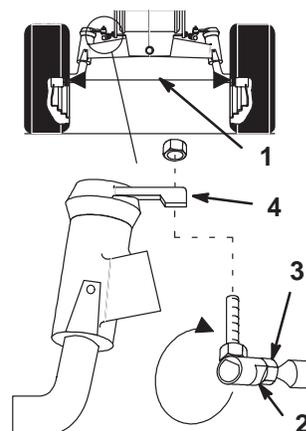

Abbildung 33
Die Vorspur alle 100 Betriebsstunden bzw. einmal pro Jahr kontrollieren, je nachdem, welcher Fall zuerst eintritt (Abb. 33).
3. Vorne und hinten an den Rädern zwischen den Felgen in Achszapfenhöhe messen (Abb. 33).
2. Das Kugelgelenk von einem Lenkstockhebel entfernen (Abb. 33).